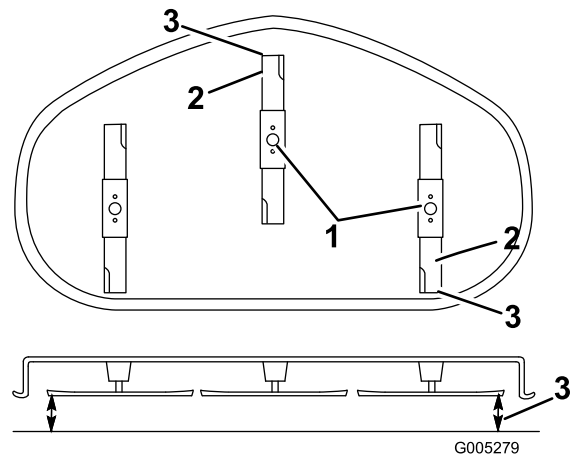

Figura 43
5. Ponga la altura de corte en 3 [3 pulg. (76 mm)] y gire con cuidado las cuchillas hasta que estén alineadas hacia adelante y hacia atrás (Figura 43).
6. Mida entre la punta de la cuchilla delantera y la superficie plana y entre la punta de la cuchilla trasera y la superficie plana (Figura 43). Si la punta de la cuchilla delantera no está entre 1,6 y 7,9 mm (1/16 y 5/16 pulgada) más baja que la punta de la cuchilla trasera, ajuste la contratuerca delantera.
9. Compruebe la inclinación longitudinal de nuevo después del ajuste. Siga ajustando la tuerca hasta que la punta de la cuchilla más avanzada esté entre 1,6 y 7,9 mm (1/16 y 5/16 pulgada) más baja que la punta de la cuchilla más atrasada (Figura 43).